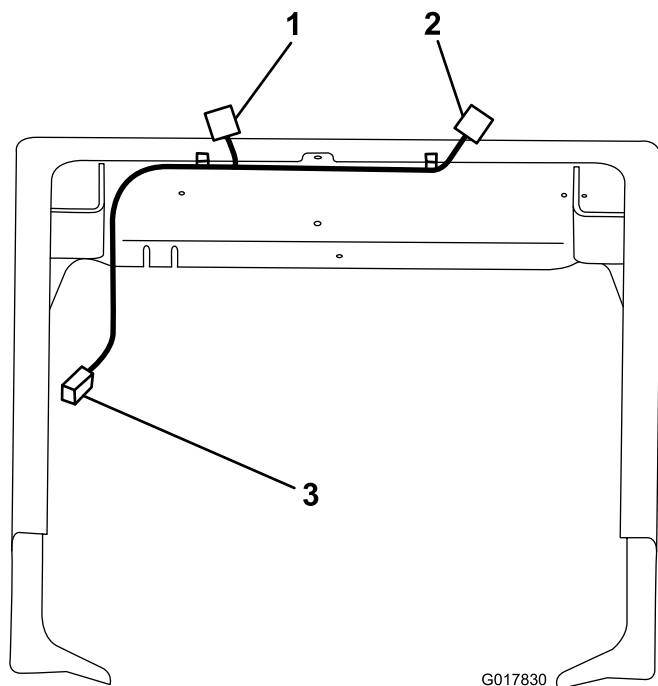

図 15
- 後部ハーネスを 図 15 に示すように配置する。平たい 4 ピンコネクタに coming いる長いハーネス（テールライト用）は左側後部のテールライト用である
- ハーネスの残りは、既存のハーネスに沿って車体右側を通して車両前方まで引き回す（図 15）。
- 車両用のメインハーネスの中から BRAKE AND SIGNAL LIGHT KIT というラベルのついたコネクタを探し出し、これを新しいハーネスの端にあるコネクタに接続する（図 15）。
- ワイヤハーネスを、フレームに沿って配線されている既存のメインハーネスにケーブルタイで縛り付ける（図 15）。
- 後部ハーネスを、車体のフレームに固定する；ハーネスに付いているプラスチック製ケーブルタイクリップ 2 個を使用する（図 15）。
- 左右のテールライトコネクタ（平たい 4 ピン）を、テールライトから coming いるそれぞれの相手コネクタに接続する（図 15）。